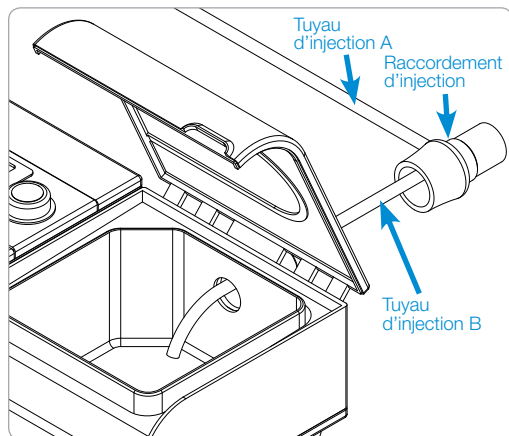

Figure 2. Connectez le raccordement d'injection
1. Positionnez le raccordement d'injection sur l'orifice de votre humidificateur (là où votre tuyau de PPC a été connecté) de telle sorte que le petit tuyau d'injection (tuyau B) pénètre dans le réservoir (voir figure 2). L'extrémité du tuyau doit être positionnée au-dessus de la plaque chauffante.